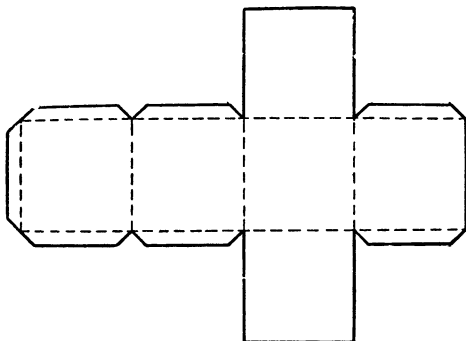

Рис. 36. Развертка полной поверхности куба.
1. По прилагаемой выкройке вырезать и склеить из плотной бумаги (рис. 36) два кубика: один объёмом в 1 куб. дециметр, другой — в 1 куб. сантиметр. Запомнить, сколько кубических сантиметров составляет 1 куб. дециметр.